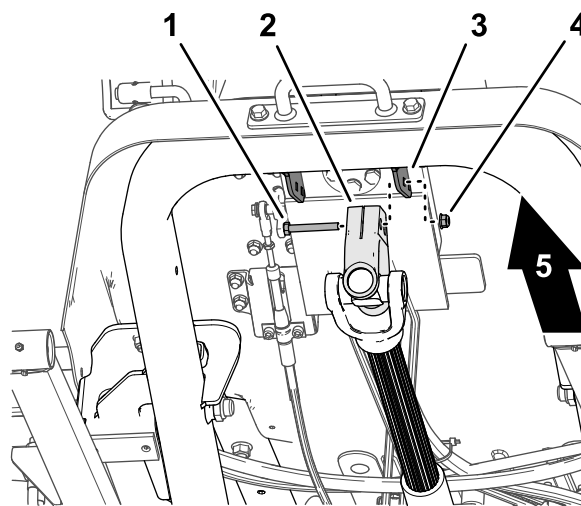

Figura 17
1. Enquanto apoia o veio de transmissão, remova o parafuso de cabeça cilíndrica e a porca de bloqueio que fixam a culatra da transmissão ao suporte de montagem da válvula de direcção (Figura 17), e desça cuidadosamente o veio de transmissão.